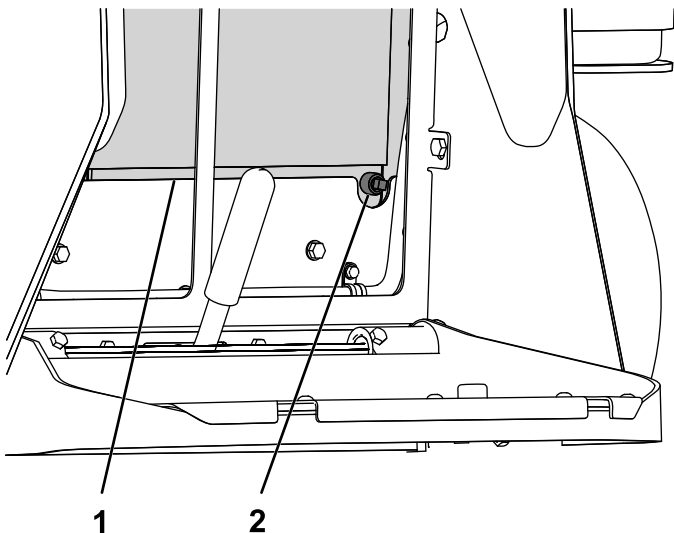

Bild 7
1. Setzen Sie die Ablassschraube des Kühlers ein (Bild 7).